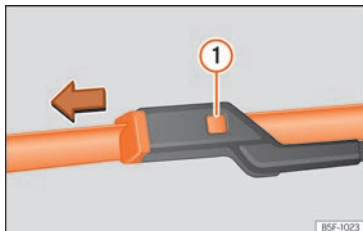

Abb. 152 Scheibenwischerblätter vorne auswechseln.
- Die Entriegelungstaste >>> (Abb. 152) ① gedrückt halten und gleichzeitig das Scheibenwischerblatt vorsichtig in Pfeilrichtung abziehen.